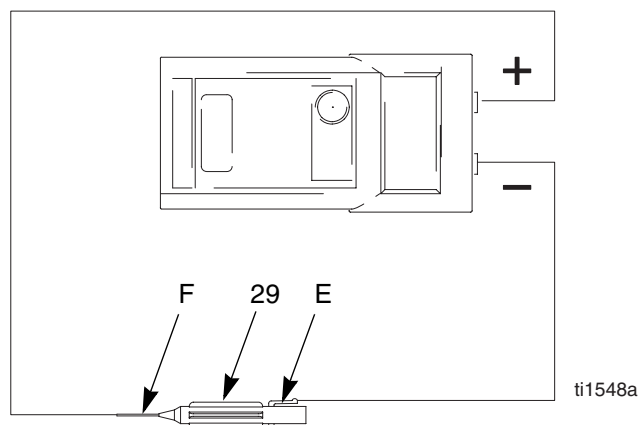

Abb. 20. Elektrode
5. Die Elektrode (29) ausbauen; siehe Seite 43. Den Widerstand zwischen dem Kontakt (E) und dem Elektroden- draht (F) messen. Der Widerstand sollte zwischen 20 und 30 Megaohm liegen. Liegt der Widerstand außerhalb dieses Bereichs, muß die Elektrode ausgewechselt werden. Siehe ABB. 20.